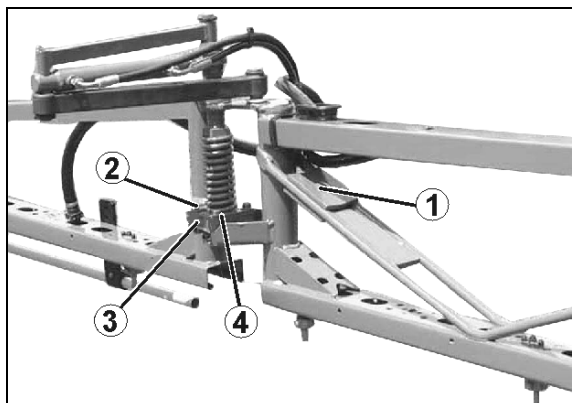

Fig. 154
Dacă nu, cu compensatorul de oscilații **deblocat**, aliniați timoneria de stropire depliată de la contragreutăți (Fig. 154/1) Fixați contragreutățile corespunzător la brațul în consolă.
1. Desfaceți șuruburile (Fig. 154/2) eclisei de fixare (Fig. 154/3) Alinierea se realizează direct de la gheara din plastic (Fig. 154/4) prin orificiile longitudinale ale eclisei de fixare.
3. Strângeți șuruburile (Fig. 154/2).